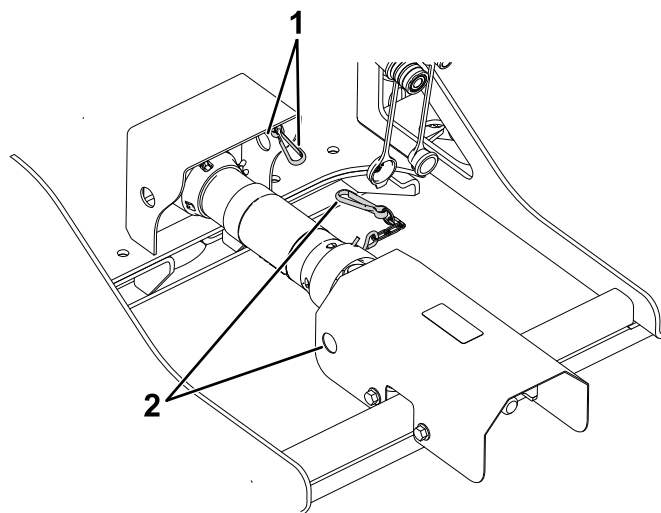

Figura 15
8. Conectai lanurile elementului de acoperire al arborelui de transmisie în zonele prezentate în Figura 15.